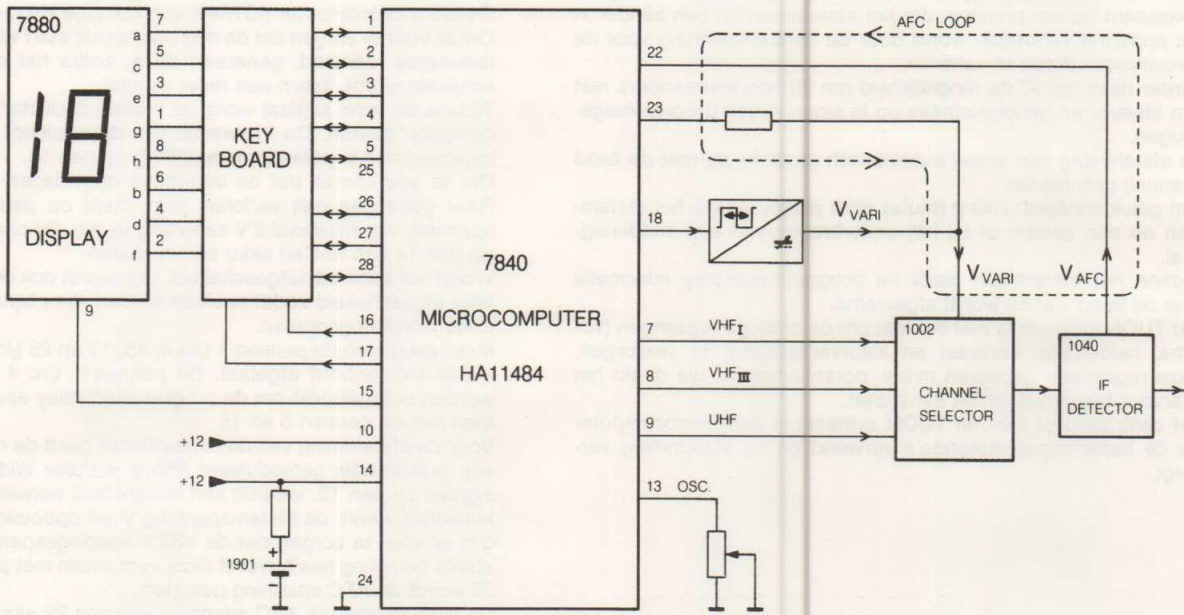

Fig. 15.1
15.2 Het blokschema (fig. 15.1)